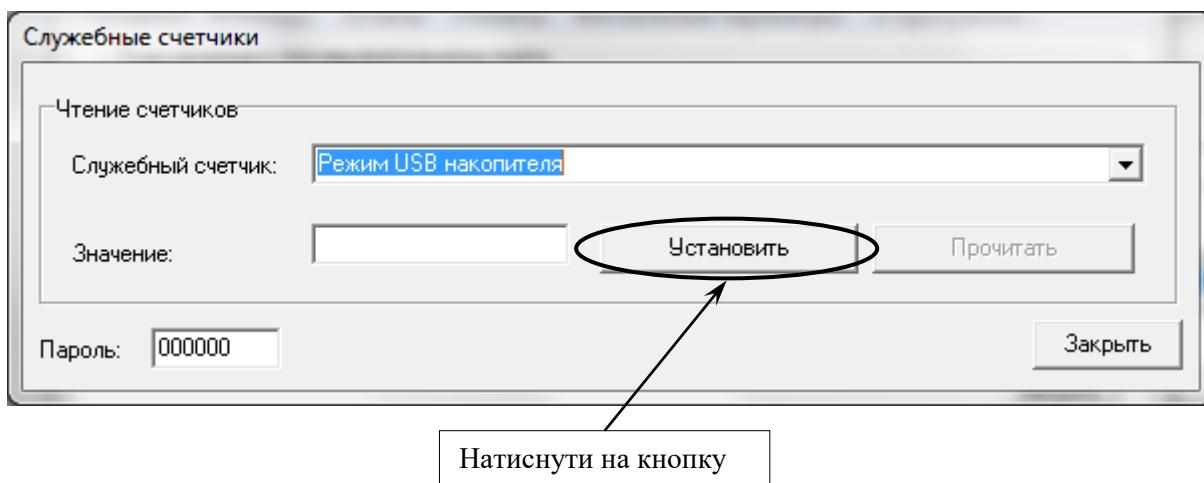

Рисунок 38
- натиснути кнопку «Установить» (рисунок 38);